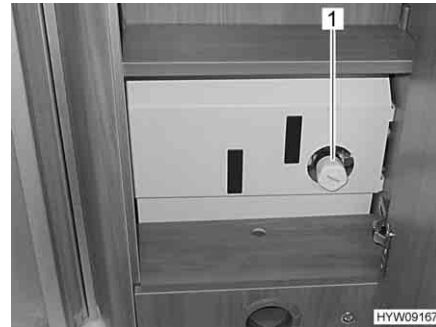

Fig. 162 Valvola di chiusura (vano WC)
- Per aumentare la potenza di riscaldamento: Ruotare la valvola di chiusura (Fig. 162,1) in senso antiorario.
- Per ridurre la potenza di riscaldamento: Ruotare la valvola di chiusura (Fig. 162,1) in senso orario.